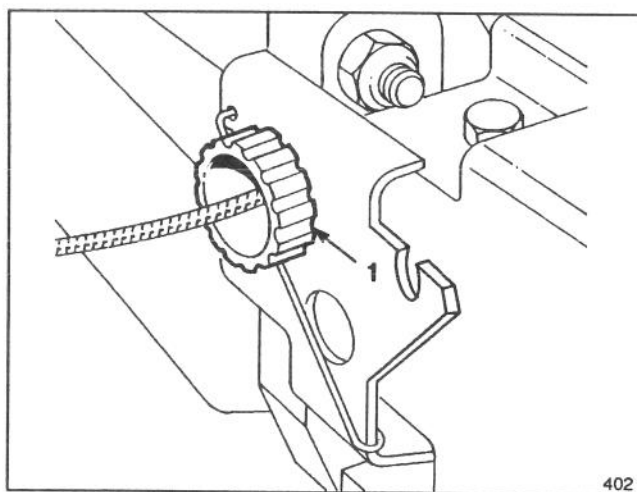

Figure 23
2. RÉGLAGE (Fig. 23). Si le système d'auto-propulsion ne fonctionne pas, tourner le bouton de réglage de 1/2 tour dans le sens des aiguilles d'une montre. Si la tondeuse a tendance à avancer lorsque la barre de commande est à plus de 4 cm (1 1/2 po.) du mancheron, tourner le bouton de 1/2 tour vers la gauche pour détendre la courroie.